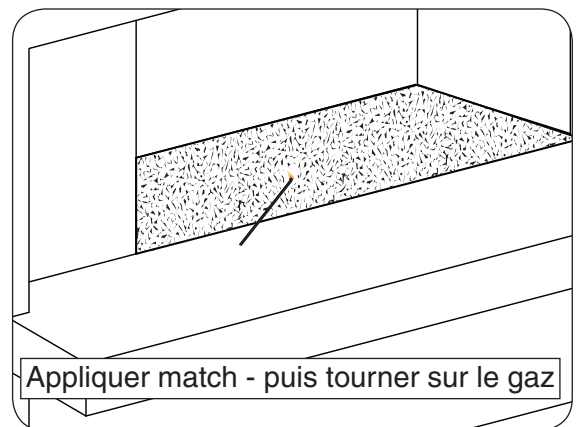

Fig. 22-1
3. Poser une allumettes sur la surface des médias décoratifs près du brûleur (**ne pas tenir le match en main**) (Fig. 22-1).